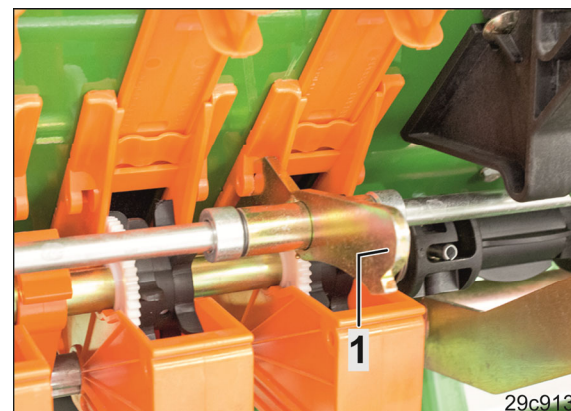

Fig. 233
- 10.2 Tourner le blocage axial (Fig. 233/1) de sorte que le bras court s'appuie dans l'évidement du carter de distribution.
Lorsque le semoir doit repasser sur des roues de distribution normales et fines graines, retournez le blocage axial (Fig. 233/1) et insérez le bras long dans l'évidement du carter de distribution.